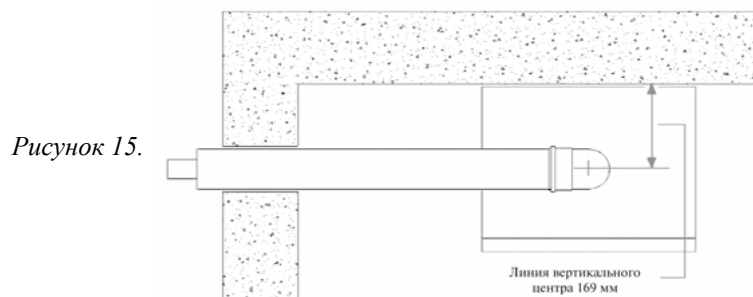

Рисунок 15.
- Для газоотвода, ориентированного вбок, отметьте центр отверстия для газоотвода на задней стене по шаблону, проведите горизонтальную линию до боковой стены, предусмотрев 3% уклон от котла вверх (Рисунок 15).